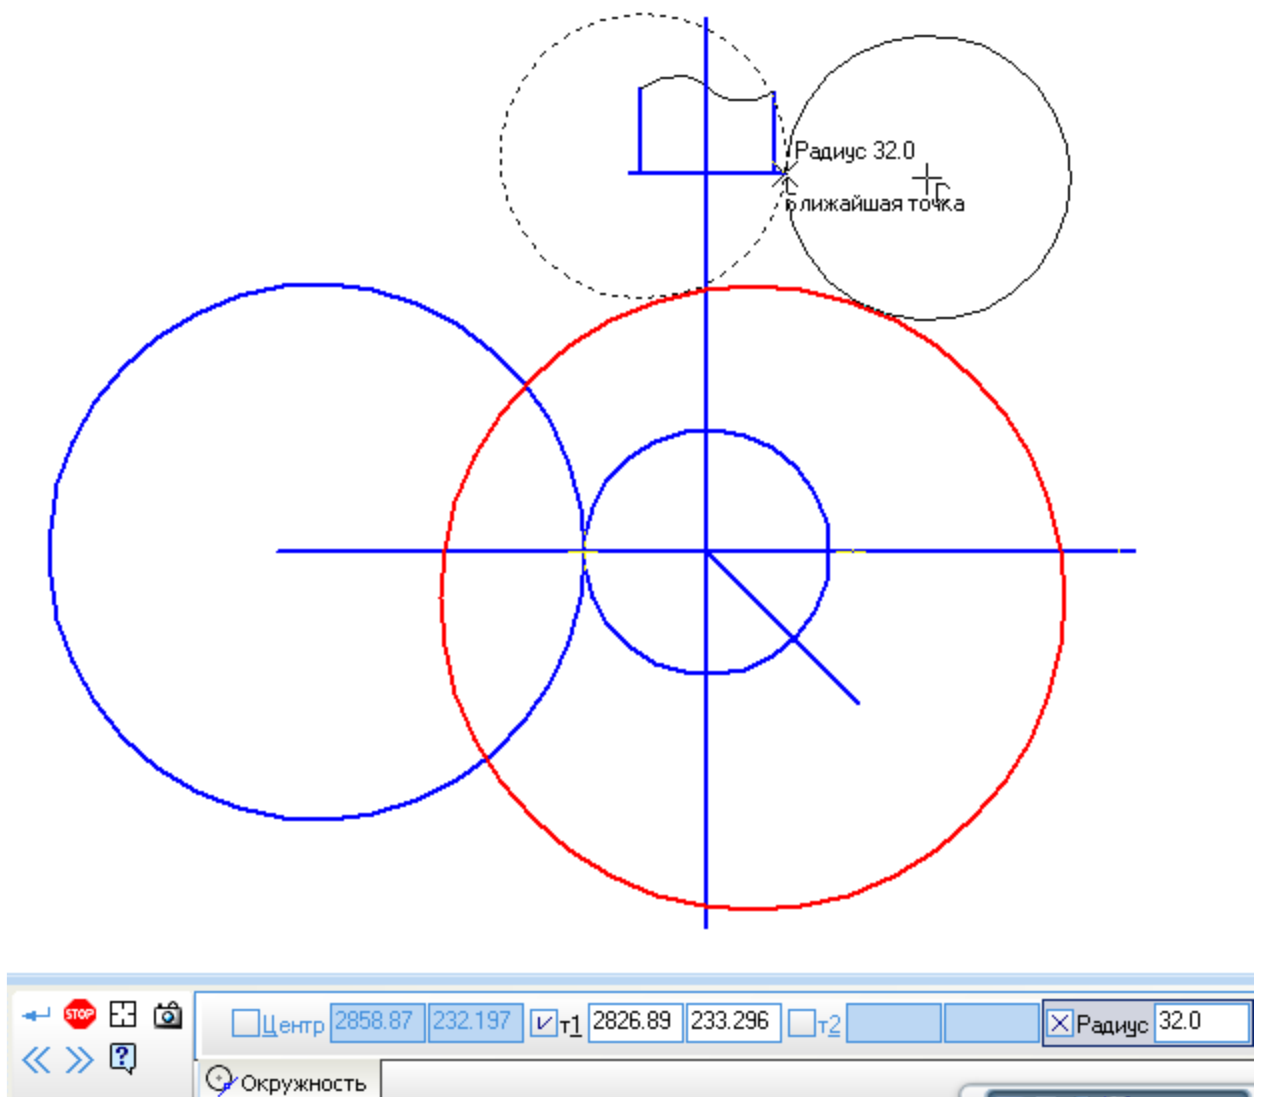

Рисунок 3.18. Построение касательной окружности радиусом 32 мм
5. Далее построим окружность радиусом 32 мм, касательную к окружности радиусом 70 мм, используя команду «Окружность, касательная к 1 кривой». При построении этой окружности укажем в качестве касательной кривой окружность радиусом 70 мм, в панели свойств зададим радиус 32 мм и точку с правой стороны на верхнем горизонтальном отрезке, как показано на рис. 3.18.